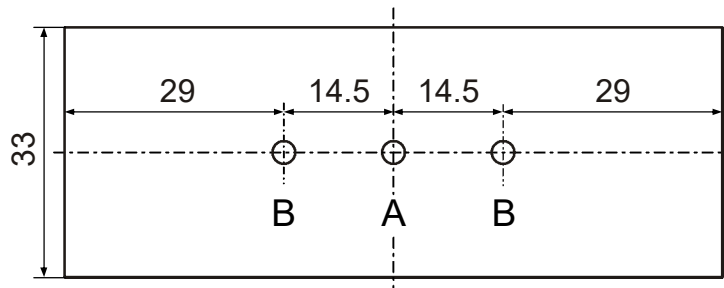
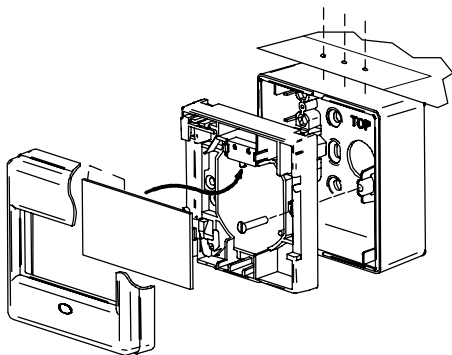

Fig. 2
Fig. 3
If using back box FDMH295-R, you have to determine the positions of the lead-in openings. If these are at the top or bottom, you have to define the holes using the drilling template (Fig. 2 and Fig. 3).
1. When using the back box, install it at a height of 0.9...1.6 m on a flat surface (Fig. 3).
7. Secure the switching unit to the wall or back box. You will find the screws you need for the back box in the switching unit (Fig. 3).
8. Assemble the manual call point (Fig. 3). Be sure to tension the spring with the plastic insert or glass insert.
Falls Sie einen Gehäuseboden FDMH295-R verwenden, müssen Sie die Positionen der Zuleitungsöffnungen bestimmen. Falls die Zuleitungsöffnungen oben oder unten sind, müssen Sie die exakte Position mit Hilfe der Bohrschablone festlegen (Fig. 2 und Fig. 3).
1. Bei Verwendung eines Gehäusebodens montieren Sie diesen in einer Höhe von 0,9...1,6 m auf einer planen Oberfläche (Fig. 3).
7. Befestigen Sie den Schaltungseinsatz direkt an der Wand oder auf dem Gehäuseboden. Die Schrauben zum Befestigen des Schaltungseinsatzes auf dem Gehäuseboden sind im Schaltungseinsatz (Fig. 3).
8. Bauen Sie den Handfeuermelder zusammen (Fig. 3). Achten Sie darauf, dass Sie die Feder mit dem Kunststoffeinsatz oder dem Glaseinsatz spannen.
Si vous utilisez un boîtier arrière FDMH295-R, vous devez déterminer les positions des orifices pour les câbles d'alimentation. Si ceux-ci sont en haut ou en bas, vous devez les déterminer à l'aide du gabarit de perçage (fig. 2 et fig. 3).
1. Quand vous utilisez un boîtier arrière, montez-le à une hauteur comprise entre 0,9 et 1,6 m, sur une surface plane (fig. 3).
7. Fixez l'unité de commutation au mur ou sur le boîtier arrière. Les vis requises pour le boîtier arrière se trouvent dans l'unité de commutation (fig. 3).
8. Remontez le déclencheur manuel (fig. 3). Veillez à tendre le ressort avec l'insert en plastique ou l'insert en verre.